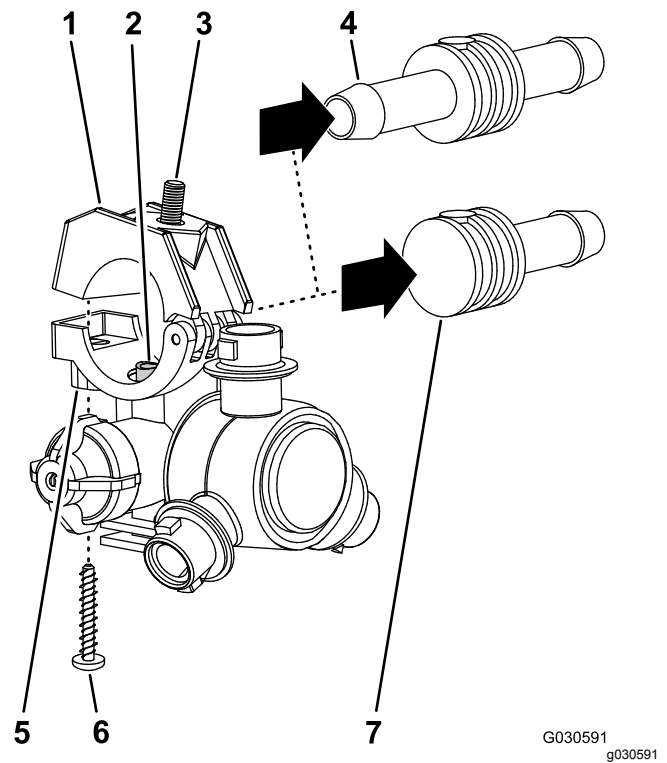

Bild 72
2. Entfernen Sie die Edelstahlschraube (Nr. 2 x 1-1/4"), mit der die obere Klemmenhälfte und der gezahnte Einzelschlauch- oder Doppelschlauchschaft (3/4") am Gehäuse der Sprühdüse befestigt ist, nehmen Sie den gezahnten Schlauchschaft und den Schlauch von der Düse ab (Bild 72).